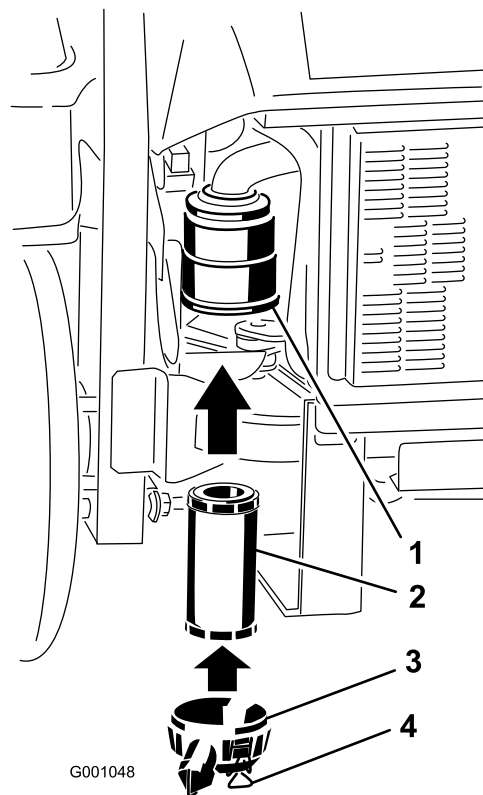

Figura 46
2. Introduzca el filtro con cuidado en la carcasa del limpiador de aire (Figura 46).
3. Instale la tapa del limpiador de aire y fije los cierres (Figura 46).